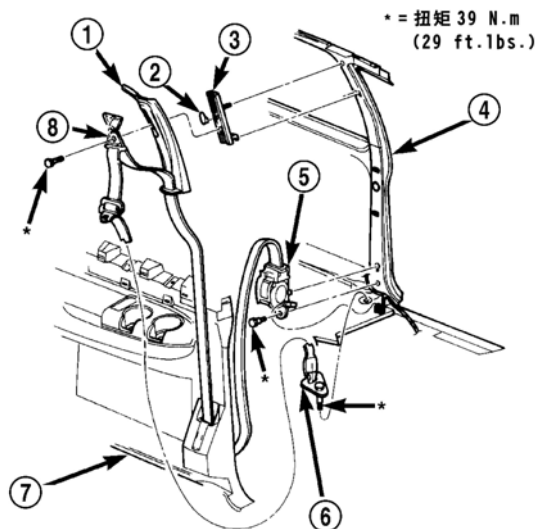

图 4 第一排外侧座椅安全带—短轴距四门
- (1) 卸下第一排和第二排座椅。参见“用户手册”中的正确程序。
- (2) 卸下肩部安全带高度调整器钮，方法是将其直接拉离调整器。
- (3) 将底板锚定装置滑到罩住锚定螺栓。
- (4) 卸下底板锚定螺栓（图 4）。
- (5) 从底板卸下锚定装置。
- (6) 从座椅安全带旋转环上方打开夹板盖。
- (7) 卸下将旋转环装接到肩部安全带高度调整器的螺栓（图 4）。
- (8) 从 C 柱上卸下旋转环。
- (9) 拆卸后侧围下部装饰板。
- (10) 将座椅安全带带身和旋转环穿过后侧围下部装饰板的检修孔。
(11) 卸下将座椅安全带卷收器装接到后侧围装饰板的螺栓（图 4）。
(12) 向上提升卷收器并断开将卷收器固定到后侧围装饰板的箭头形固定器。
(13) 从车上卸下座椅安全带。